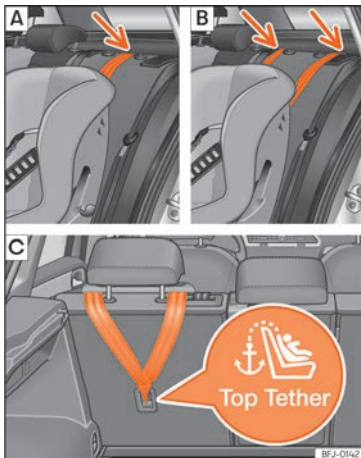
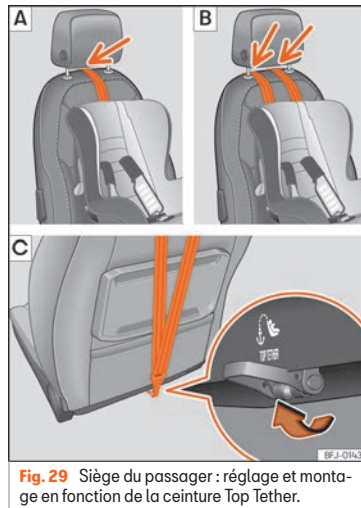

Fig. 28 Sièges latéraux de la seconde rangée : réglage et montage en fonction de la ceinture Top Tether.
Fig. 29 Siège du passager : réglage et montage en fonction de la ceinture Top Tether.
ges) » » **fig. 28**. Dans le cas du siège passager, l'anneau est situé sous le dossier du siège » » **fig. 29**.
- Placez la courroie sous l'appuie-tête » » fig. 28 [A]/[B], » » fig. 29 [A]/[B] (en fonction des instructions du siège, relevez ou retirez l'appuie-tête si nécessaire).
- Faites glisser la sangle et fixez-la correctement à l'aide de l'ancrage derrière le dossier » » fig. 28 [C], » » fig. 29 [C].